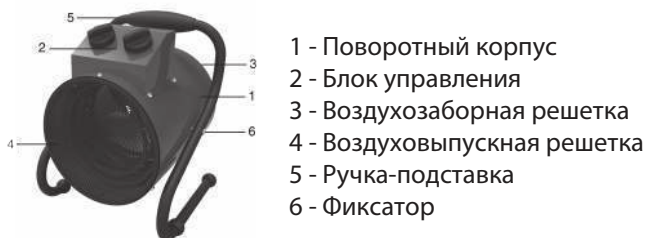

Рис. 1. Устройство прибора
Несущая конструкция тепловентилятора (см. рис. 1) состоит из корпуса (1), изготовленного из листовой стали и имеющего цилиндрическую форму. В корпусе размещены вентилятор и трубчатые электронагревательные элементы. Снаружи корпуса расположен блок управления (2). Корпус, закрытый воздухозаборной (3) и воздуховыпускной (4) решетками, винтами устанавливается к ручке-подставке (5) и имеет возможность поворота в вертикальной плоскости. Угол поворота фиксируется винтами (6).